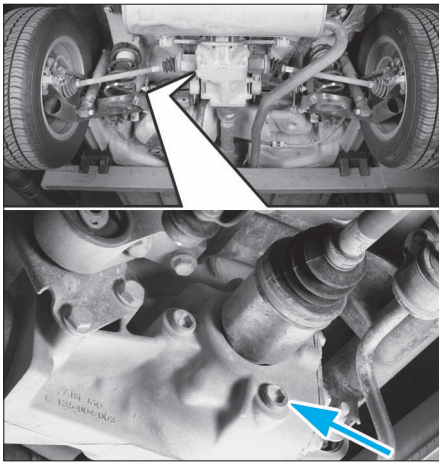

FIG. 21
- Vidanger le différentiel par l'orifice (Fig.21).